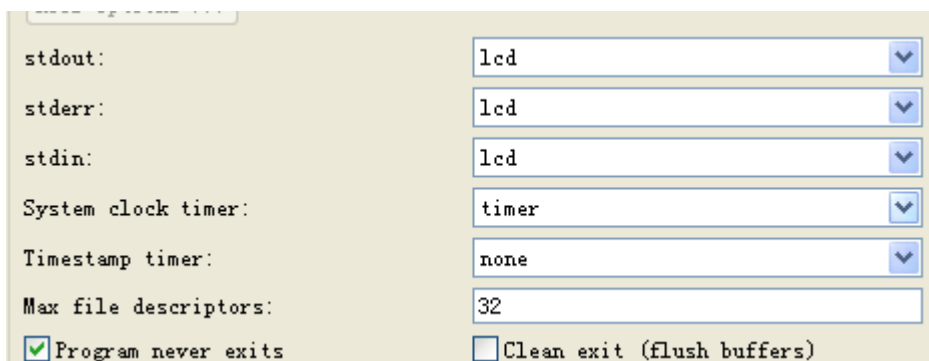

图 6-19 设定 Timer
27. 然后在工程的 System Library Properties 中选中那个 timer 作为 System clock timer, 如图 6-19。